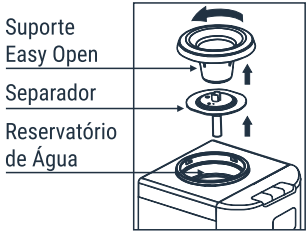

Fig.12
2. Gire o suporte *Easy Open* (Fig. 12) no sentido anti-horário e remova-o puxando para cima;